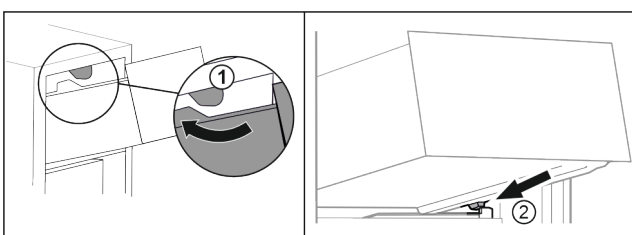

Fig. 133
- ▶ Обведите выдвижной ящик вокруг верхнего стопора. Fig. 133 (1)
- ▶ Наклоняя вниз, установите выдвижной ящик за нижние стопоры на контейнерное ребро. Fig. 133 (2)